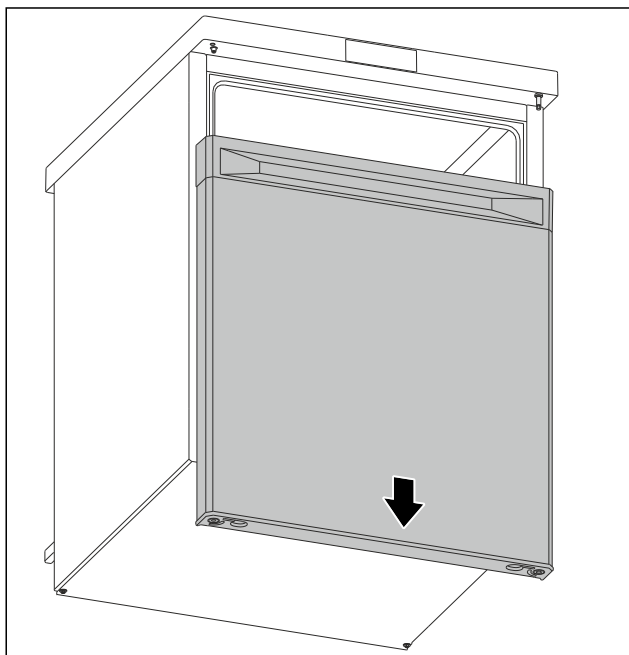

Fig. 6
- Retirer la porte vers le bas. (voir Fig. 6)